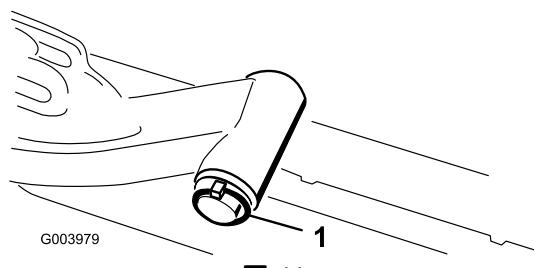

図 11
- A. 昇降アームのピボット・シャフトを昇降アームに固定しているリンチ・ピンとワッシャを外し、昇降アームからピボット・シャフトを抜き出す（図 11）。
- C. 昇降アームのシャフトを昇降アームに差し込み、ワッシャとリンチ・ピンで固定する（図 11）。